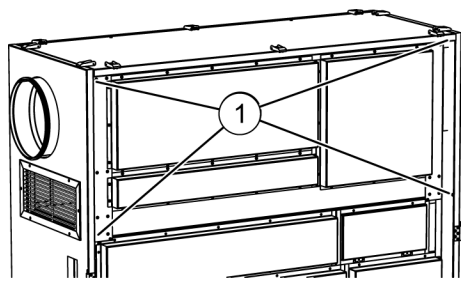

Abb. 48: Aufnahmen
- 37.** ▶ Jeweils in die linke und rechte Verkleidung die 4 Sechskantschrauben (Abb. 48/1) zur Befestigung der oberen Verkleidung mit etwa 4 mm Spielraum ansetzen.